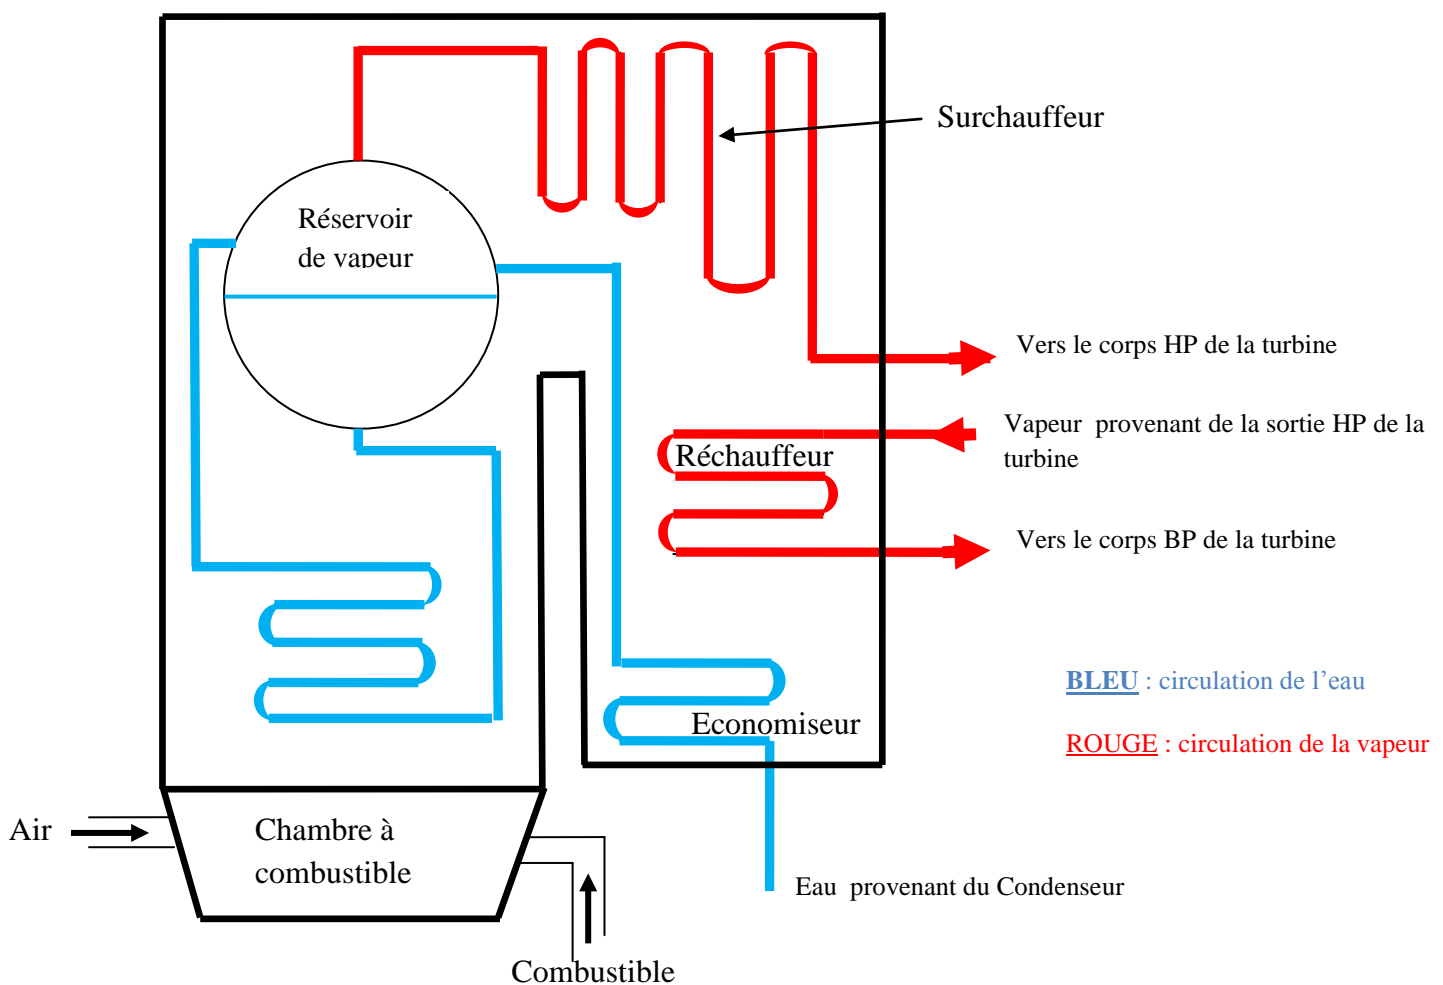

Fig 3 : schéma simplifié d'une chaudière.
A) Chaudière : appelée aussi **générateur de vapeur**, c'est au niveau de la chaudière que l'eau se transforme en vapeur surchauffée, elle contient les éléments suivants (fig. 3) :
- des tuyauteries pour transporter la vapeur d'eau surchauffée de la chaudière vers la turbine (couleur rouge dans la figure 3).
- des tuyauteries pour transporter de l'eau liquide condensée dans le condenseur vers la chaudière (couleur bleu dans la figure 3).